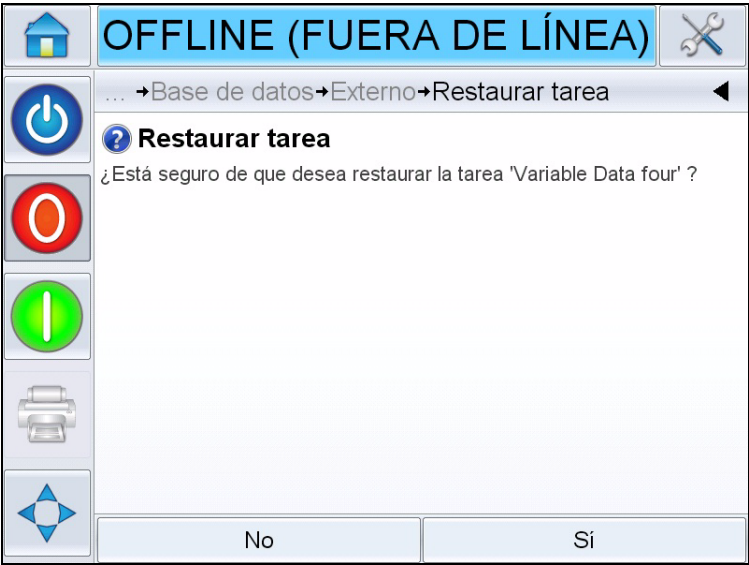

Figura 5-32: Pantalla de confirmación
- 15 Toque  para restablecer un trabajo. A continuación aparecerá una pantalla de confirmación (Figura 5-32). Toque Sí para confirmar.